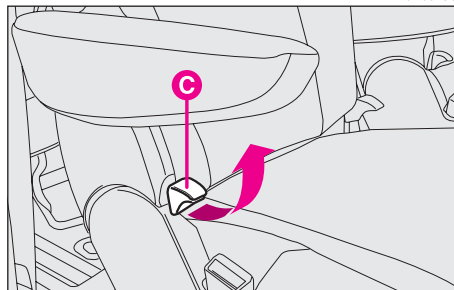
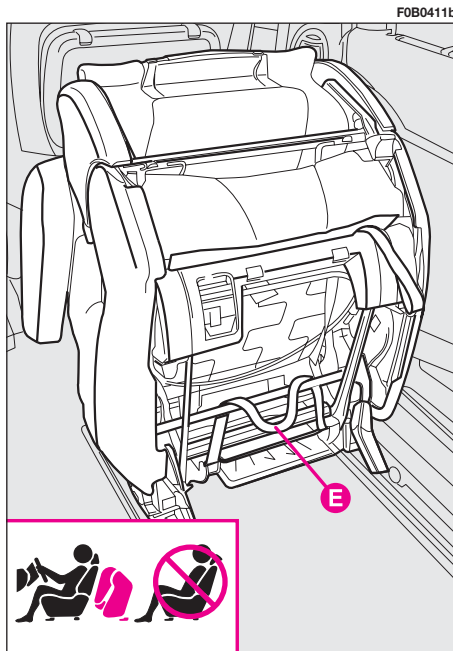

fig. 33
fig. 36
### REGULACIÓN DEL RESPALDO RECLINABLE fig. 33
Para aprovechar la superficie de apoyo del respaldo de los asientos laterales (posición “mesita”), intervenga en la palanca de desenganche **C**-fig. 33 y acompañe el respaldo hasta el asiento.
Intervenga en la palanca de desenenganche **C-fig. 33** y acompañe el respaldo hasta obtener la posición “mesita”; continúe girando con el asiento plegado hasta obtener la configuración “cartera” ilustrada en la **fig. 36**.
**Con el asiento de la segunda fila plegado en la posición “cartera”, no está permitido transportar pasajeros en los asientos de la tercera fila, tal como se indica en las tarjetas fig. 36 ubicadas en los mismos asientos con el fin de evitar cualquier contacto con los mecanismos del asiento plegado.**
Levante la palanca **C-fig. 33** desde el exterior e incline completamente el asiento hacia adelante.
- intervenga en la palanca de desen-ganche **C** - **fig. 33** y acompañe el respaldo hasta la posición “mesita”; continúe girando acompañando el asiento plegado hasta la configuración “cartera” **fig. 36**;